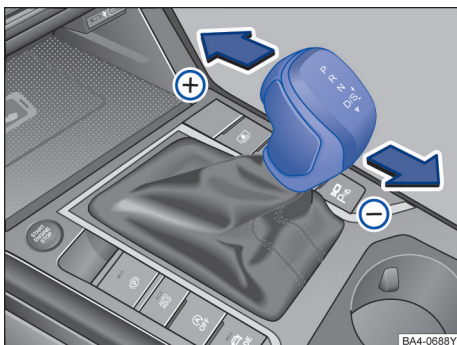

图 116 换挡杆在 Tiptronic 手动电控换挡程序位置上
- 向前 ⊕ 或向后 ⊖ 短促按压换挡杆，即可换高档或降挡 → 图 116。